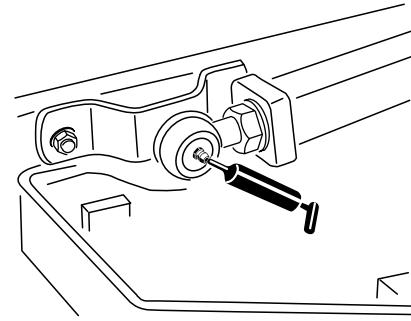

Figura 65
- Duas rótulas de elevação da barra de ligação (Figura 65)